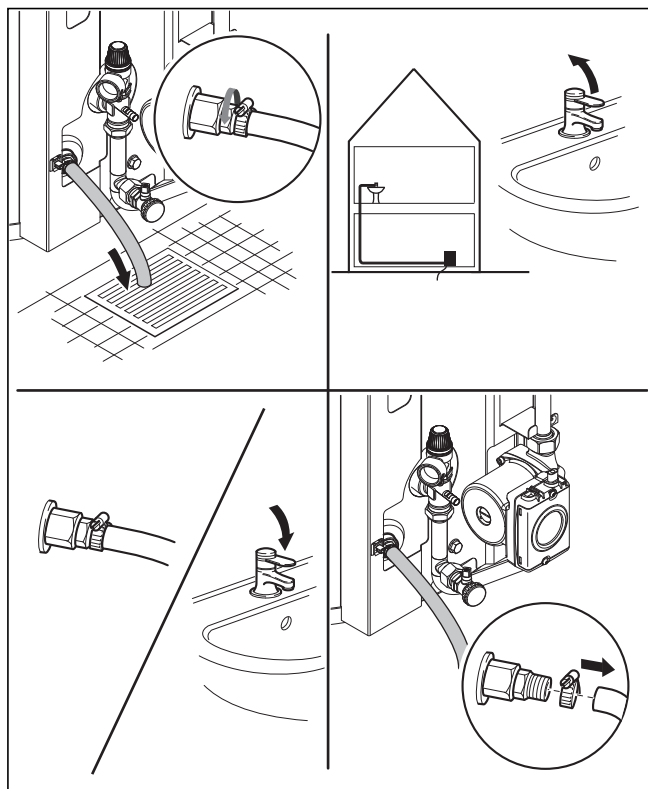

Figura 4.6 Svuotamento del bollitore
- Fissare un tubo flessibile adeguato alla valvola di svuotamento del bollitore (vedi figura 4.6).